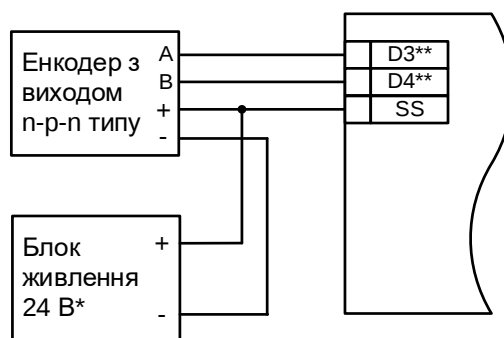

Рисунок 5.10 – Схема підключення еncoderів н-п-п типу
- АВ енкодер типу n-p-n (див. рисунок 5.10).